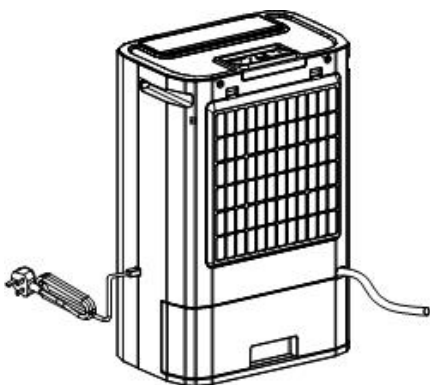

Fig. 1
3.5. Duw nu het waterreservoir terug in zijn normale positie. Zorg ervoor dat de slang door de daarvoor bestemde kleine opening rechts boven het condensreservoir wordt geleid en dat alles goed vastzit en er geen water bij de aansluitingen kan weglekken (zie fig. 1).